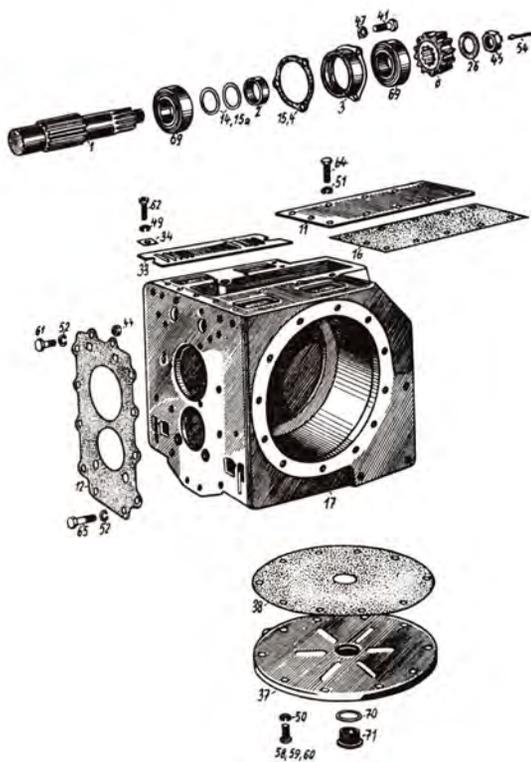

Abb. 75
1. Die Kronenmutter der Ritzelwelle M 20×1,5 ist zu entsichern und zu lockern (Abb. 75/45). Bei Lockerung der Kronenmutter ist die Welle gegen Drehung durch Einrücken eines Ganges zu sichern.